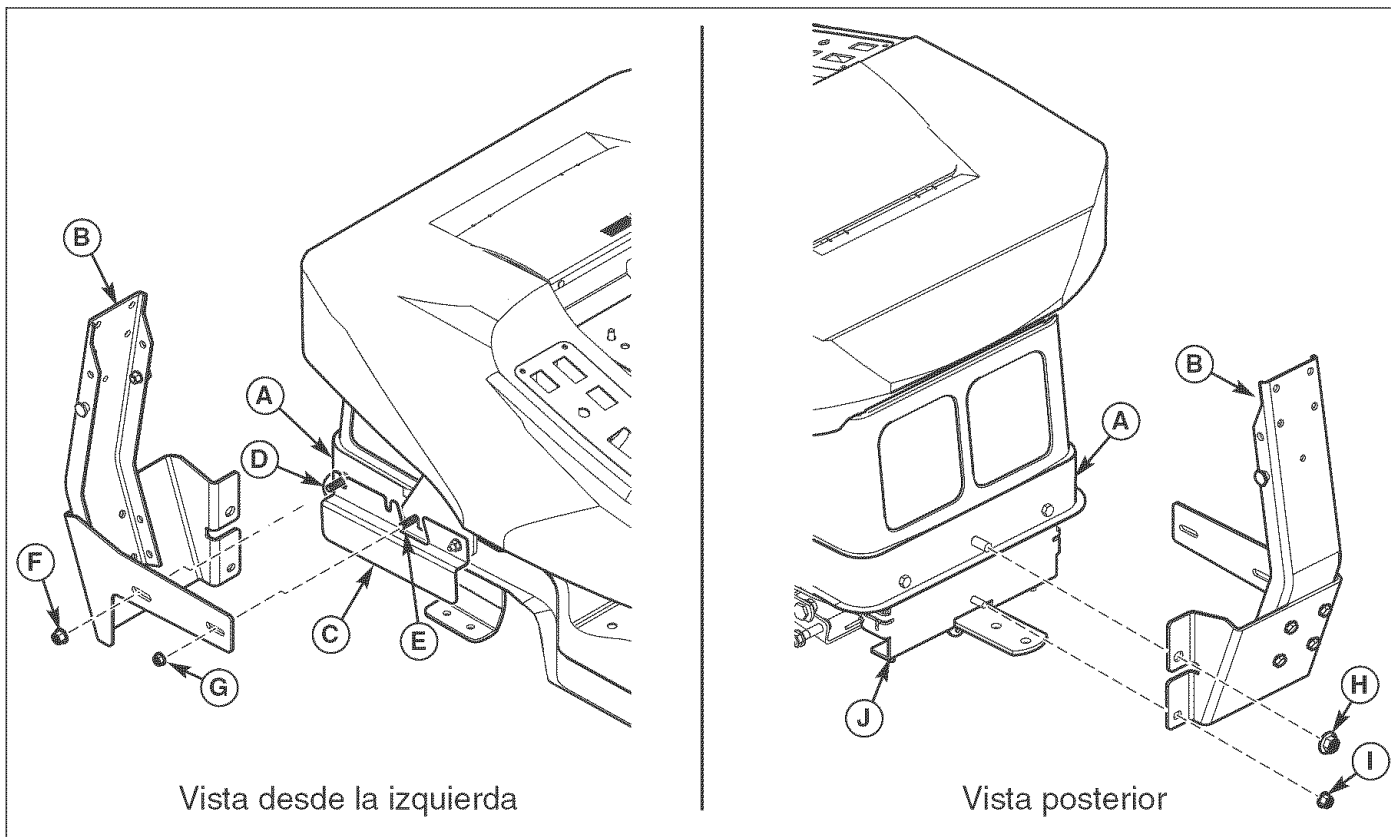

Figura 34. Instale el conjunto de enganche
1. Retire la tuerca de 5/16-16 (G, Figura 34) del tornillo de cabeza del soporte de la plataforma del asiento (E).
2. Retire la tuerca de 3/8-16 (F) del tornillo de cabeza de la protección contra desechos trasera (D).
3. Retire la tuerca de 1/2-13 (H) de la parte trasera del armazón (A).
4. Retire la tuerca de 3/8-16 (I) del soporte de transmisión trasero (J).
5. Fije el conjunto de enganche (B) al armazón (A) deslizando la parte trasera del enganche a ras con el armazón.
6. Apriete con los dedos las tuercas de 3/8-16 (F), de 5/16-16 (G), de 1/2-13 (H) y de 3/8-16 (I).
7. Apriete primero las tuercas de 3/8-16 (F), de 5/16-16 (G), luego las de 1/2-13 (H) y de 3/8-16 (I).